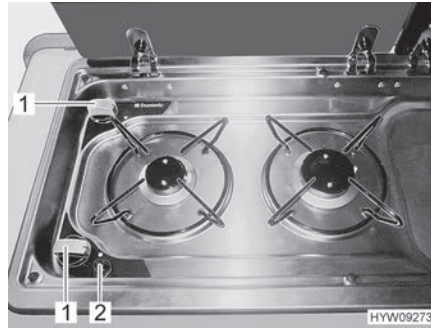

Bild 66 Gaskocher
- Drehregler (Bild 66,1) der gewünschten Brennstelle auf Zündposition (große Flamme) drehen.
- Drucktaster (Bild 66,2) drücken. Am Brenner wird ein Zündfunke erzeugt. Wenn erforderlich, Drucktaster mehrmals drücken.